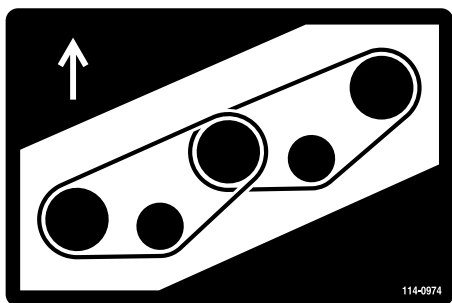
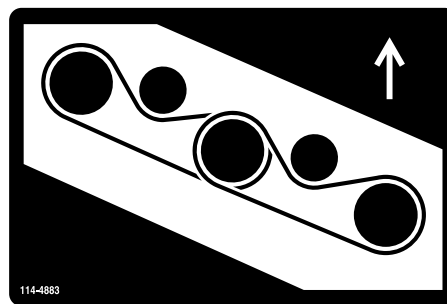

Рисунок 128
Рисунок 129
7. Обведите новый ремень вокруг шкивов шпинделей и узла натяжного ролика (Рисунок 128 и Рисунок 129).